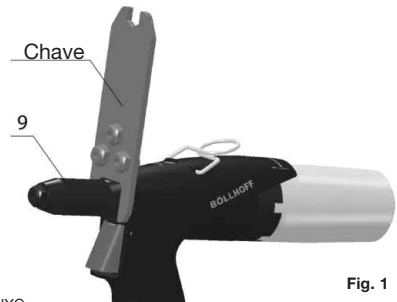

Fig. 1
Desmontagem (fig.1 e fig.2):
- Desapertar nariz (fig. 1 - pos.9) por meio de uma chave